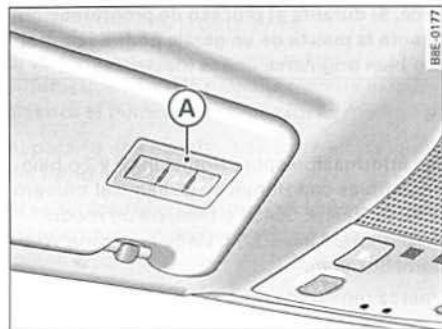

Fig. 156 Parasol del lado del conductor
- Pulse las dos teclas exteriores del mando a distancia universal por control remoto HomeLink® ⇒ fig. 156 hasta que empiece a parpadear el testigo (A) ⇒ fig. 156 (después de aprox. 20 segundos). De este modo se borran todos los datos que estaban almacenados hasta el momento.
- Mantenga la tecla pulsada y espere hasta que el diodo luminoso (A) ⇒ fig. 156 empiece a parpadear. El módulo HomeLink® se mantiene ahora durante unos 5 minutos en el modo de autoadaptación. Esto se indica por medio de un parpadeo lento después de soltar la tecla.
⇒ *página 160*, fig. 156. Si el diodo luminoso parpadea primero rápidamente y pasa, después de unos 2 segundos, a estar encendido constantemente, el dispositivo correspondiente, p. ej., un emisor para abrir la puerta del garaje, está programado con un código variable.
- Pulse la tecla del HomeLink® programada ⇒ *página 160*, fig. 156. El dispositivo programado en esta tecla (p. ej., la puerta del garaje) se activa.
El diodo luminoso del HomeLink® ⇒ *página 160*, fig. 156 está encendido mientras estén pulsadas las teclas de manejo. ■
- Pulse las dos teclas exteriores hasta que el diodo luminoso empiece a parpadear ⇒ *página 160*, fig. 156.
- Pulse la tecla del HomeLink® que desee reprogramar hasta que el diodo luminoso ⇒ *página 160*, fig. 156 empiece a parpadear lentamente.